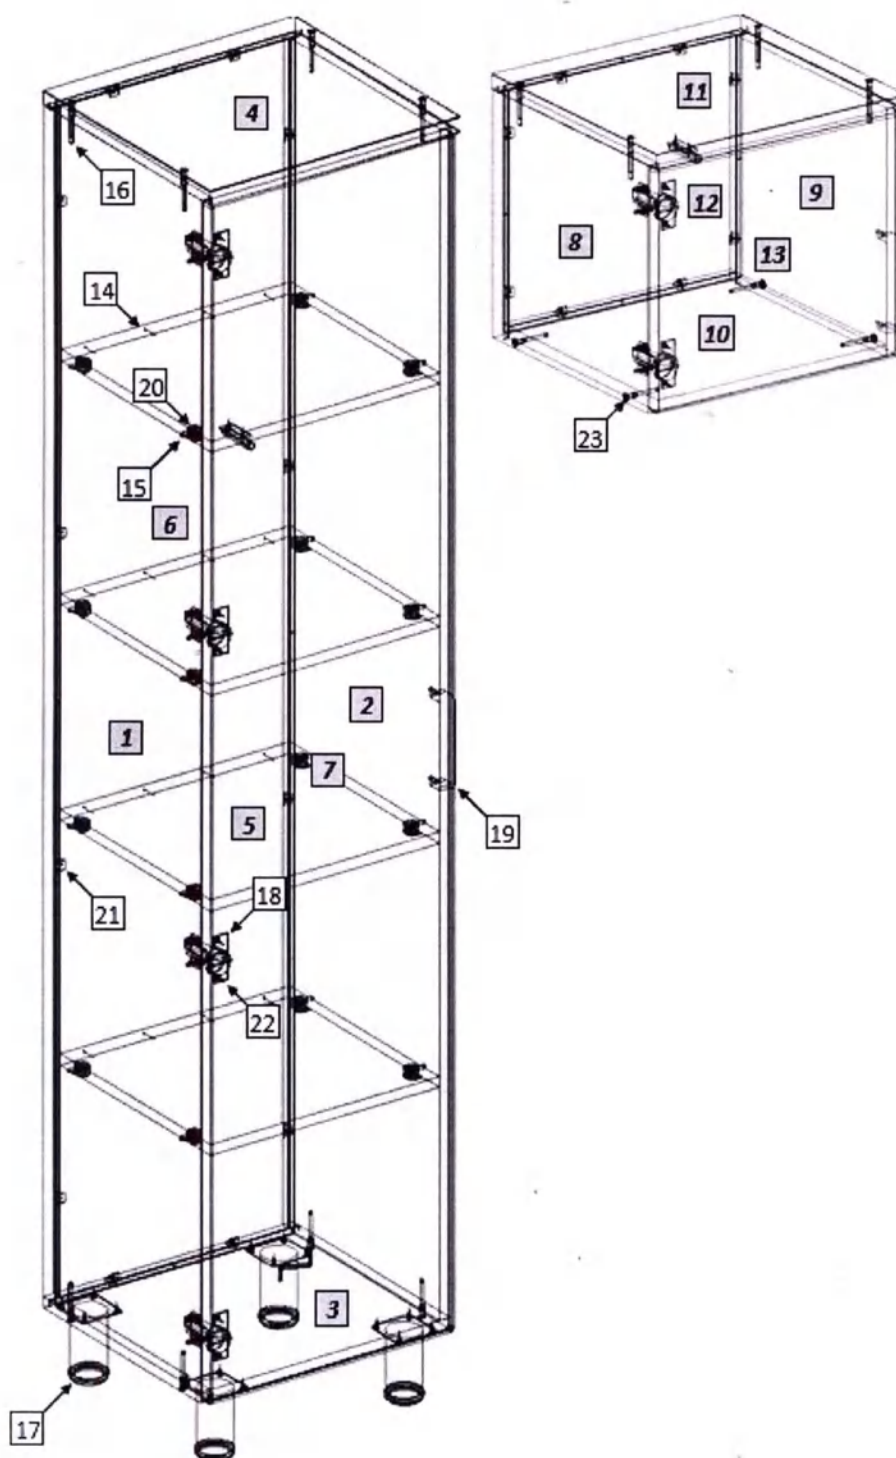

Рис.1
1. Внимательно ознакомьтесь со схемой сборки, изображённой на рис. 1, сверяясь со спецификацией на изделие. Согласно схеме и спецификации определите расположение деталей в изделии и порядок их сборки. Сборка производится на ровном полу, укрытом материалом, предотвращающим повреждение покрытия пола и деталей мебели. Подготовьте необходимые для сборки инструменты – плоскую и крестовую отвёртки, молоток, рулетку или линейку.
2. На боковых стенках (1,2) штоки эксцентриковых стяжек (9). Установите монтажные планки петель (12). На горизонтальных стенках (5) установите эксцентриковые стяжки (14). Евровинтами (10) соедините стенки (1,2) с горизонтальной нижней стенкой (3) и крышкой (4), установив в пазы заднюю стенку (6). Закрепите заднюю стенку в пазах уголками (15). Установите и закрепите горизонт. стенки (5), гвоздями (8) зафиксируйте к ним заднюю стенку. На горизонтальной нижней стенке (3) шурупами (16) закрепите опоры (11).
3. На фасаде (7) шурупами 4×16 (16) закрепите петли (12), установите ручку (13). Закрепите дверь к боковой стенке шкафа. Отрегулируйте положение двери винтами петель.